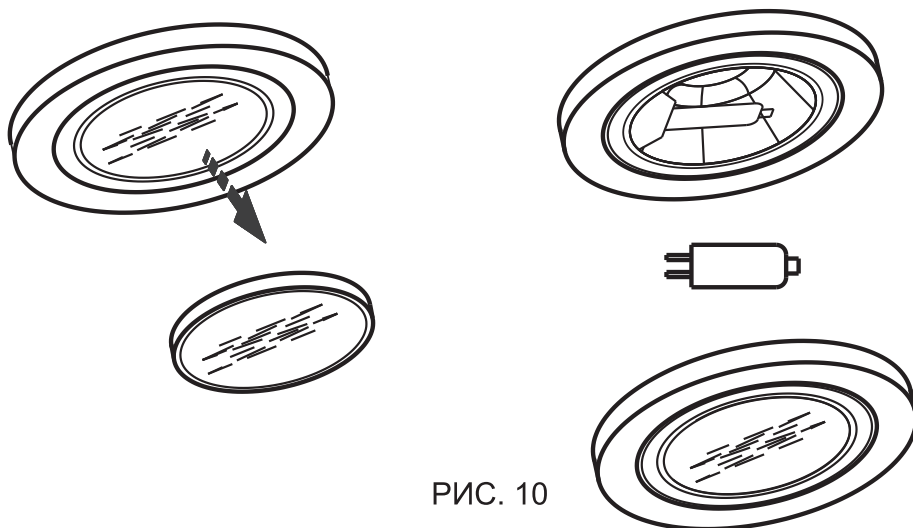

РИС. 10
8.5 Замена электрической галогенной лампы (рис. 10) :